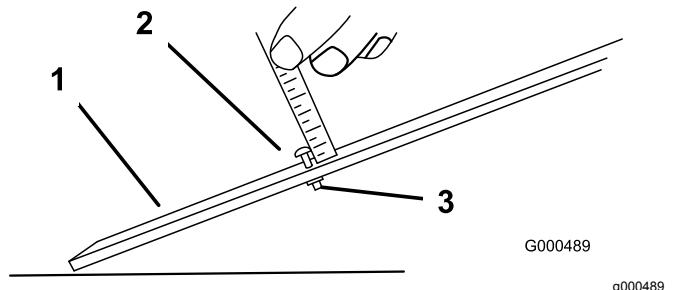

Figura 55
3. Afloje la tuerca de la barra de ajuste (**Figura 55**) y ajuste el tornillo para la altura de corte deseada. La distancia entre la parte inferior de